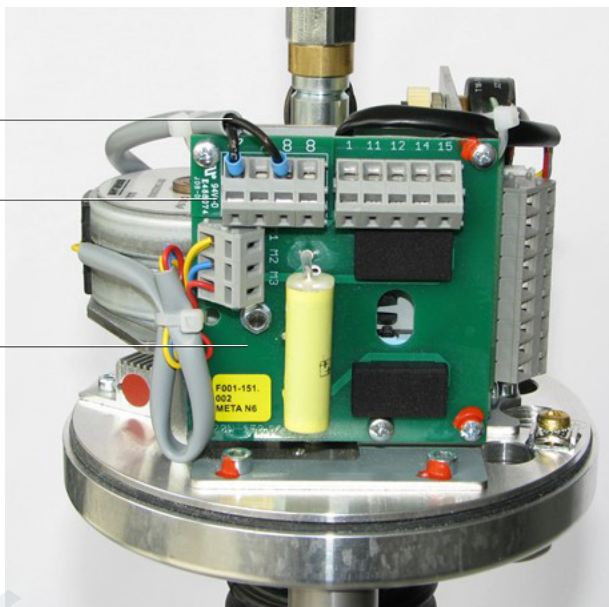
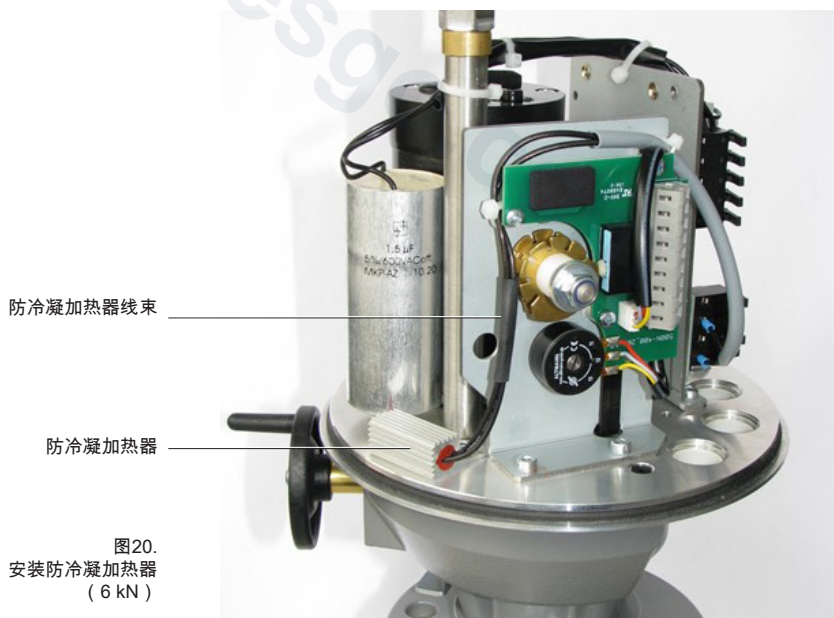

图 15.
图20.
- 参考图15至图20《加热器安装 ( 1 - 6 kN ) 》了解产品组装定位，并使用所提供的螺丝将防冷凝端子板固定到主板上